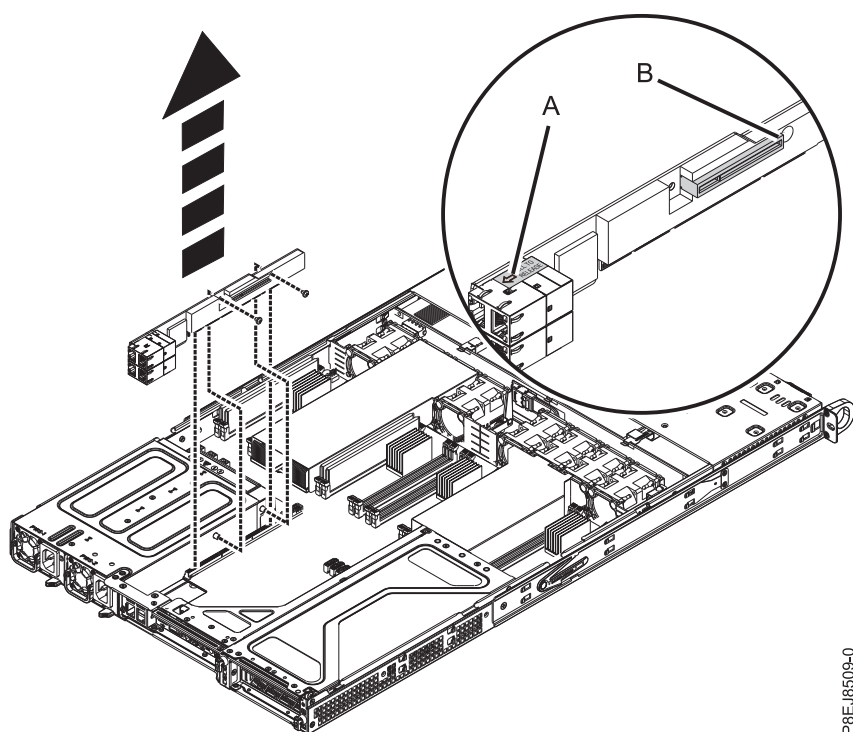

図 23. PCIe ライザーのねじの取り外し
- a. PCIe ライザー・カードをシャーシに固定している 2 本のねじを取り外します (26 ページの図 23 を参照)。
- b. PCIe アダプター・ライザーをポイント (A) と (B) でつかみ、システム・バックプレーンから持ち上げます。